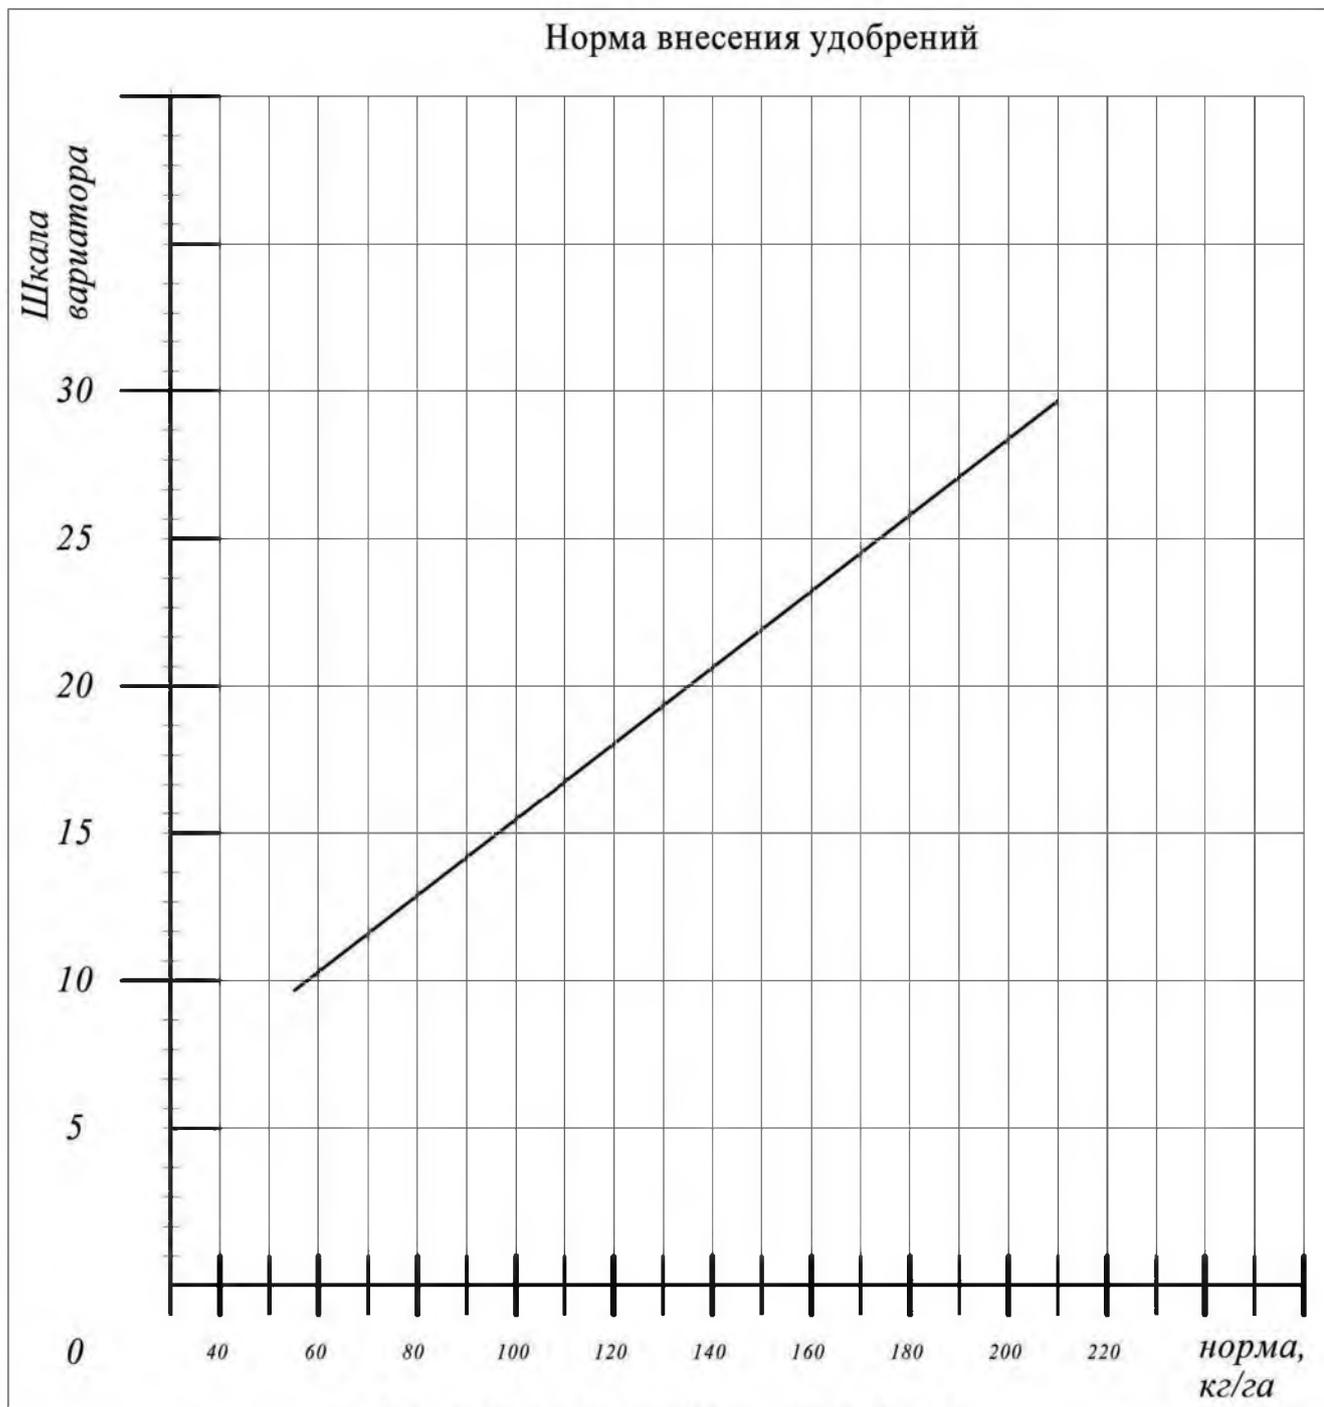

Рисунок 15. График нормы внесения удобрений.
По графику (рис.15) определить числовое значение шкалы вариатора, соответствующее требуемой норме внесения удобрений. Установить указатель (1) на шкале (2) вариатора привода катушек туков (3) (рис. 16) (справа на бункере) на необходимое деление.